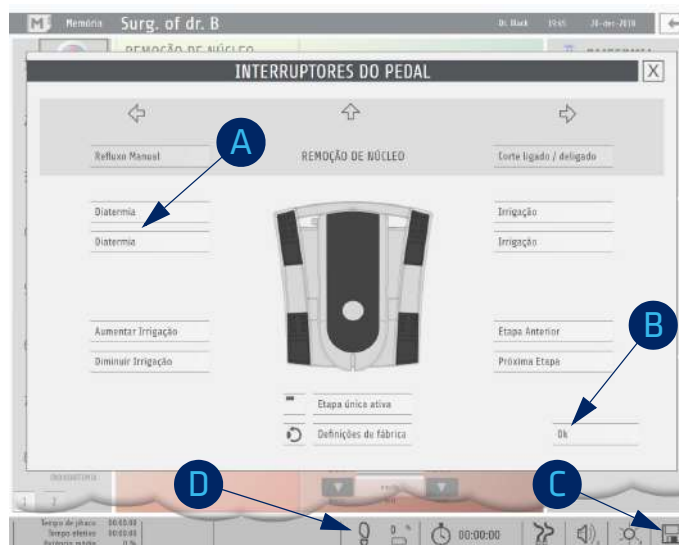

Fig. 130: Configurações dos interruptores de pedal: Pop-up
1. Pressione no ícone dos interruptores de pedal [D] na barra inferior. É exibido o pop-up da fig. 130.